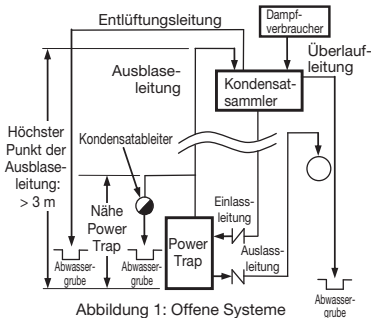

Abbildung 1: Offene Systeme
- a) **Nur bei offenen Systemen:** Ausblaseleitung an einen Freischwimmer-Kondensatableiter anschließen, dessen Kondensatzuleitung direkt über dem Auslass am Gehäuse abzweigt (Abb. 1).